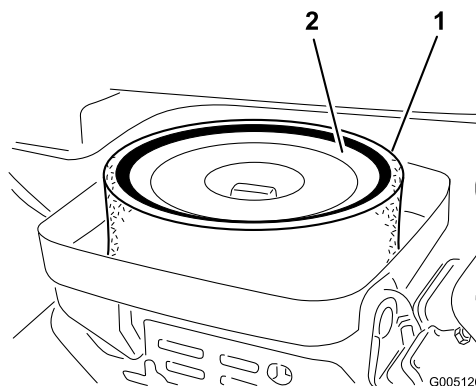

Figura 33
3. Se o elemento de esponja se encontrar sujo, deverá retirá-lo do elemento de papel (Figura 33). Limpe-o bem, da seguinte forma: